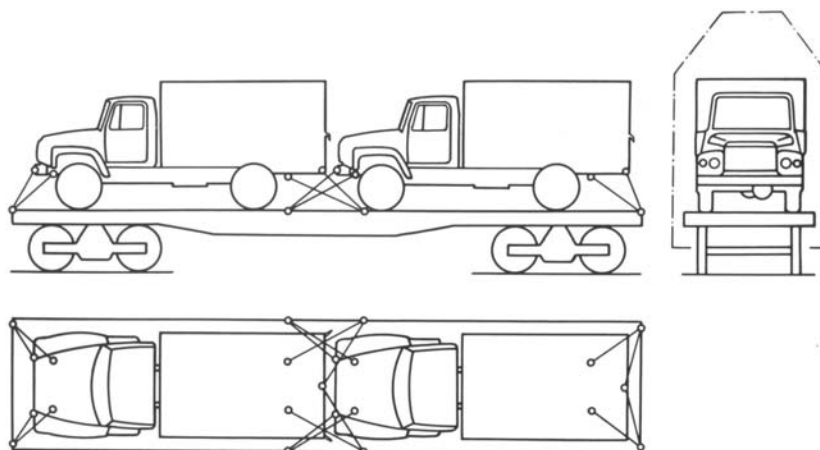

Рис. 10.1. Схема погрузки автомобилей на железнодорожную платформу
- аккумуляторные батареи отключить выключателем батареи. При перевозках на платформе автомобиль крепить согласно утверждённой схеме (рис. 10.1).